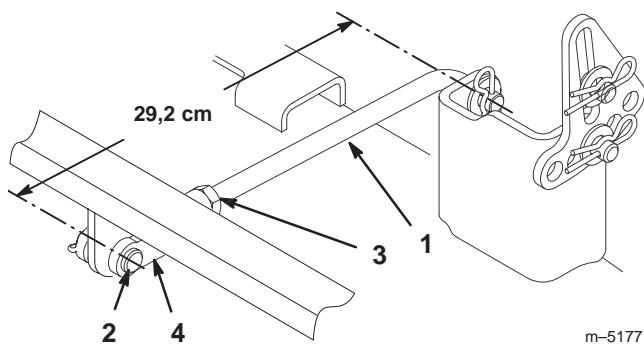

Figure 41
4. Mesurez la longueur du tourillon arrière (Fig. 41). Si elle n'est pas égale à 29,2 cm, retirez l'axe de chape et la goupille fendue à l'extrémité du tourillon (Fig. 41), desserrez l'écrou de blocage et tournez la chape jusqu'à obtention de la longueur voulue (29,2 cm). Fixez ensuite la chape avec l'axe et la goupille fendue. Répétez la procédure de l'autre côté de la tondeuse.
- Quand l'inclinaison avant/arrière voulue est obtenue, serrez les écrous de blocage (Fig. 41 et 43).